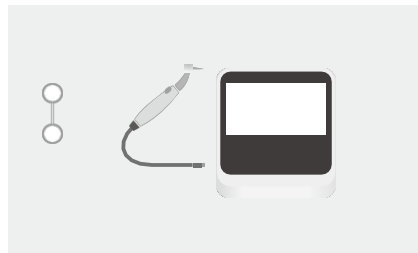

Abb. 38 Motorhandstück einstecken
- Während des Kalibrierungsvorgangs erscheint folgende Anzeige (Abb. 38):